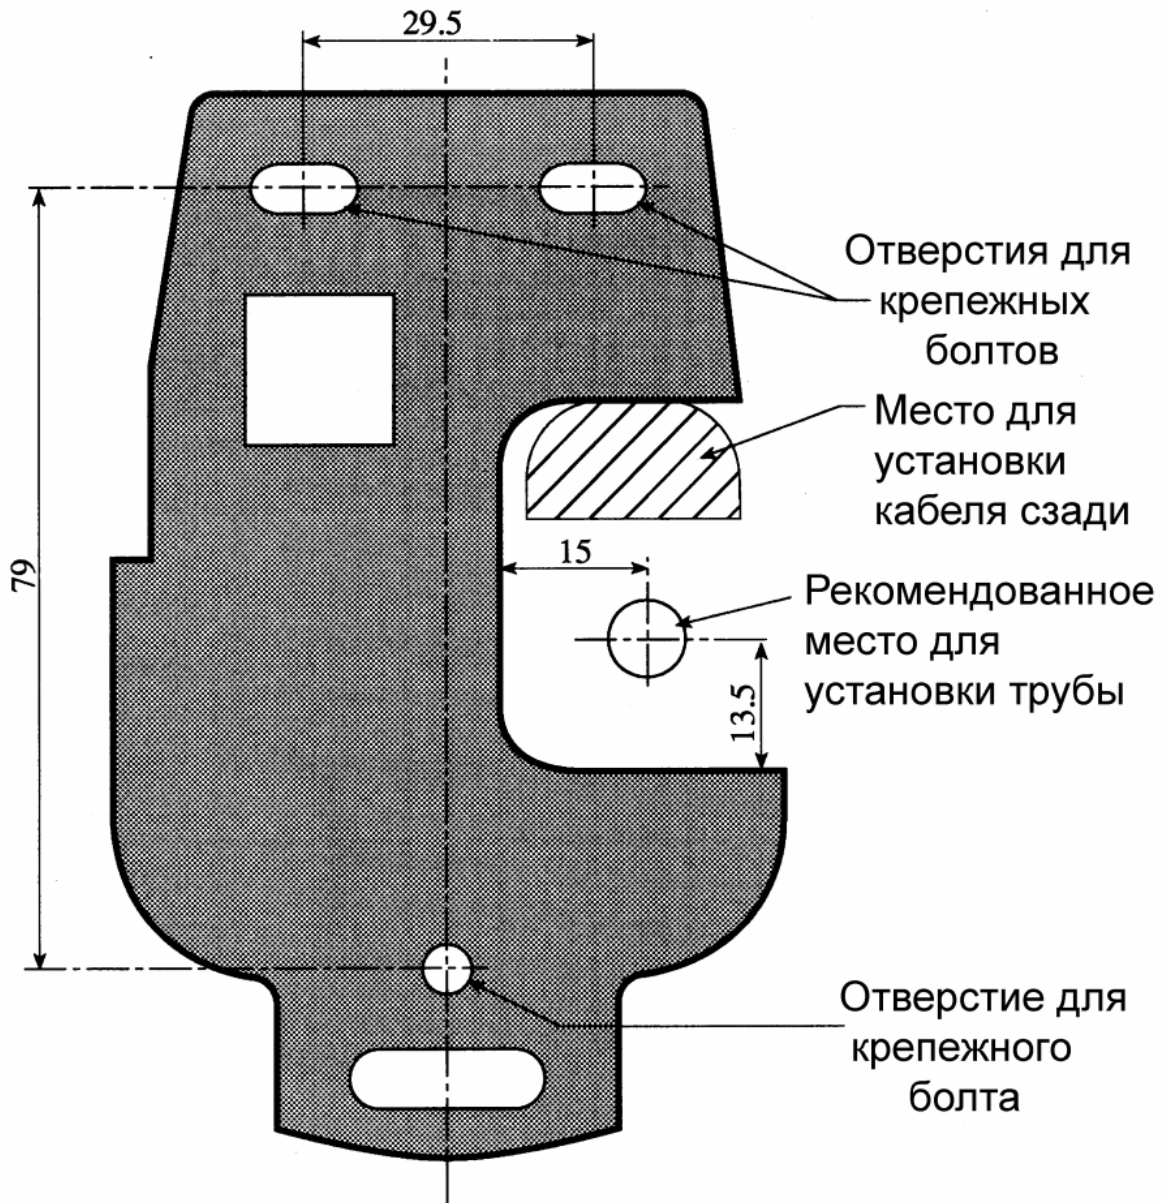

Рис. 4.5 Фиксация крепежной пластины на стене и подсоединение к системам
2.4 Определите место подсоединения трубы холодного водоснабжения к водонагревателю (снизу или сбоку слева). Точки подсоединения трубы холодного водоснабжения и кабеля приведены на рис. 4.5 (для установки сзади).
4.5 Временно установите трубу диаметром 8 мм на стене. Проследите за тем, чтобы труба выступала на 16-21 мм. Необходимым условием является отсутствие зазубрин на трубе. Также рекомендуется использовать силиконовую смазку. Выполните отверстие на крепежном шаблоне (он находится под передней крышкой) в месте входа холодной воды (см рис. 4.5), подсоедините трубу и наметьте точки, где нужно будет просверлить отверстия для последующей фиксации задней крышки и прокладки кабеля. Зафиксируйте заднюю панель на стене. При установке кабеля сзади проведите кабель через отверстие в задней панели.